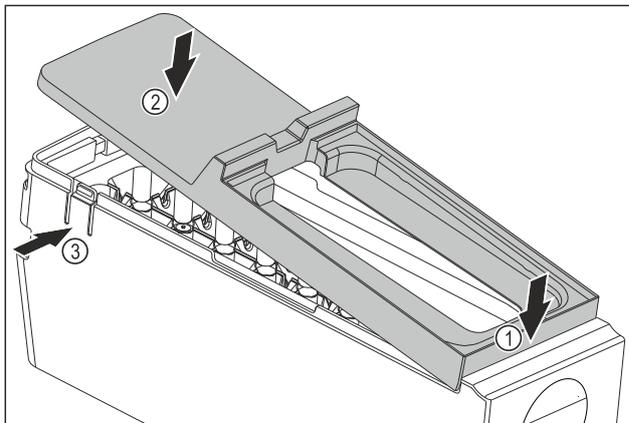

Fig. 144
- ▶ Montáž krytu korpusu EasyTwist-Ice: Kryt nasadte vpredu. Fig. 144 (1)
- ▶ Kryt spustite dozadu. Fig. 144 (2)
- ▶ Kryt počutelné zapadne od oboch strmeňov Fig. 144 (3).